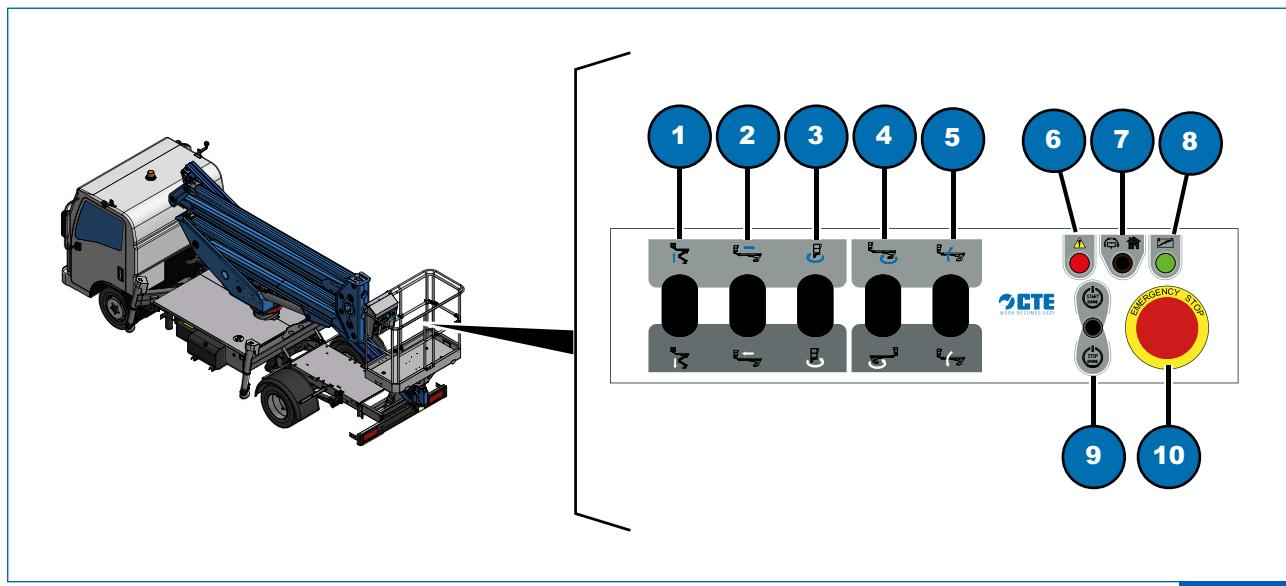

Fig. 6.4
- 7) verificare sul quadro comandi piattaforma di lavoro l'avvenuta accensione della spia presenza tensione (Fig. 6.4, 8);
- 10) effettuare la movimentazione del braccio tenendo premuto il selettori di comando (Fig. 6.4, 1, 2, 3, 4 o 5) nella posizione desiderata;
Se si desidera spegnere il motore al raggiungimento della posizione, tenere premuto il selettori (Fig. 6.4, 9) verso il basso.
Per riavviare tenere premuto il selettori (Fig. 6.4, 9) verso l'alto.